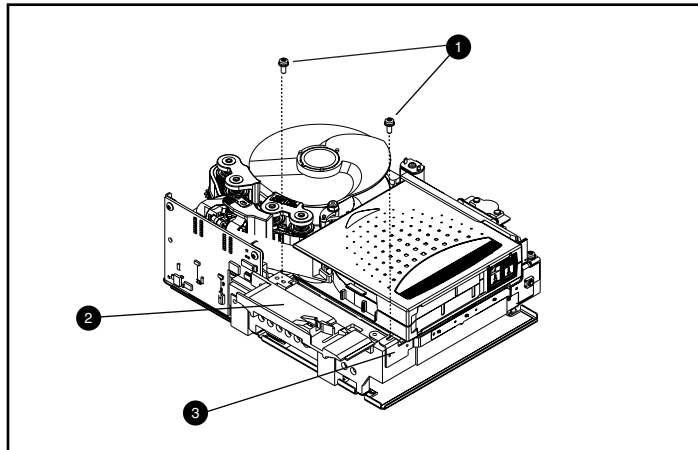

Figura 10: Extracción de la guía izquierda
1. Extraiga los dos tornillos Torx T8 ❶ (consulte la Figura 10).
2. Empuje el panel de planchas metálico ❷ hacia la parte frontal de la unidad para que la guía izquierda ❸ pueda levantarse.
La guía izquierda tiene un circuito flexible conectado que pasa debajo de la plataforma de cinta. Tumbes la guía izquierda ❸ (como se muestra en la Figura 10), dejando así el cartucho en la unidad.